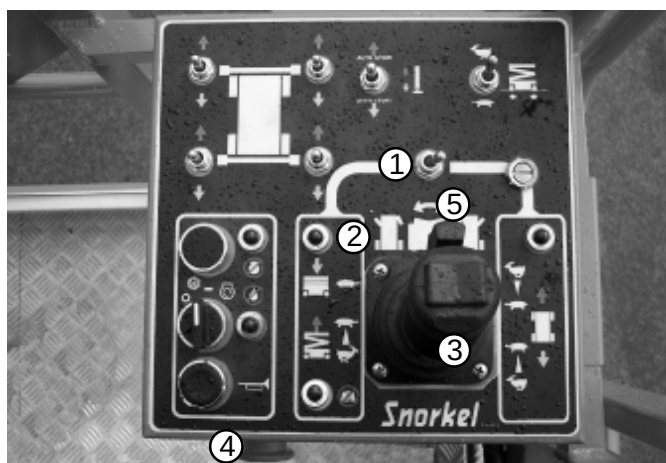

Fig. 8.19
1. Sätt väljarbrytaren för **Lyft/Körning** (1) (se fig. 8.19) i läge "Lyft" (åt vänster).